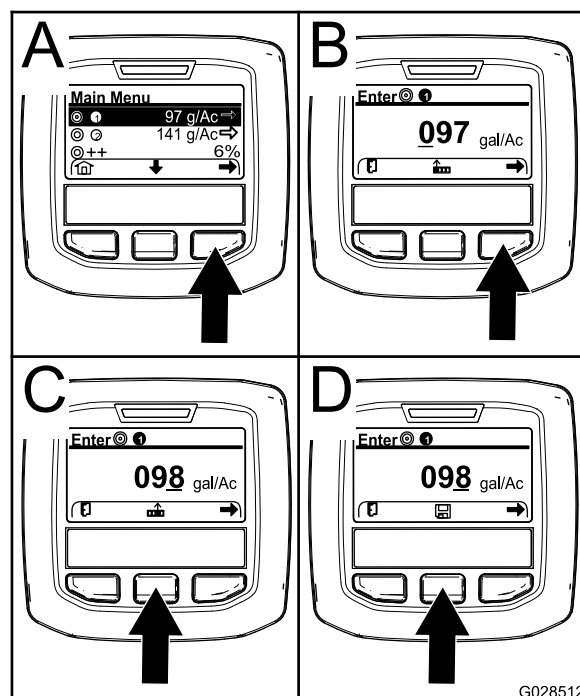

Figura 66
2. Se necessário, carregue no botão de seleção central para realçar a taxa de aplicação do programa 1 do pulverizador (Figura 66).